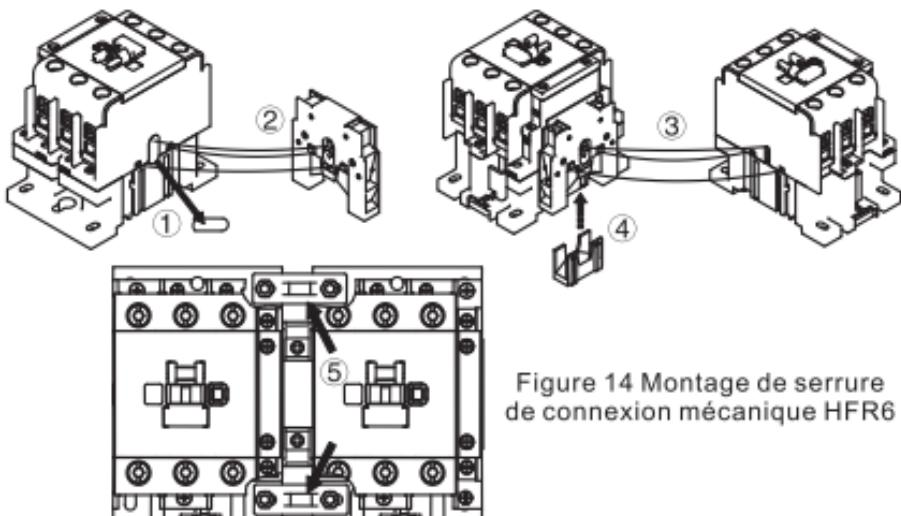

Figure 14 Montage de serrure de connexion mécanique HFR6
(3) Voir la figure 14 pour le montage de serrure chaîne mécanique HFR6, pour HDC3-09~38A il faut compléter les processus ① à ④, pour HDC3 -40 ~ 95A, il faut encore monter la plaque de connexion fixée:
- ① Tirer la collage anti poussières
- ② Monter HFR6
- ③ Monter un autre contacteur en suivant les indications de la figure
- ④ Monter la moudule de fixation en suivant les indications de la figure
- ⑤ Fixer les deux contacteurs par les vis et écrou verrouillés et la plaque de connexion en suivant les indications de la figure